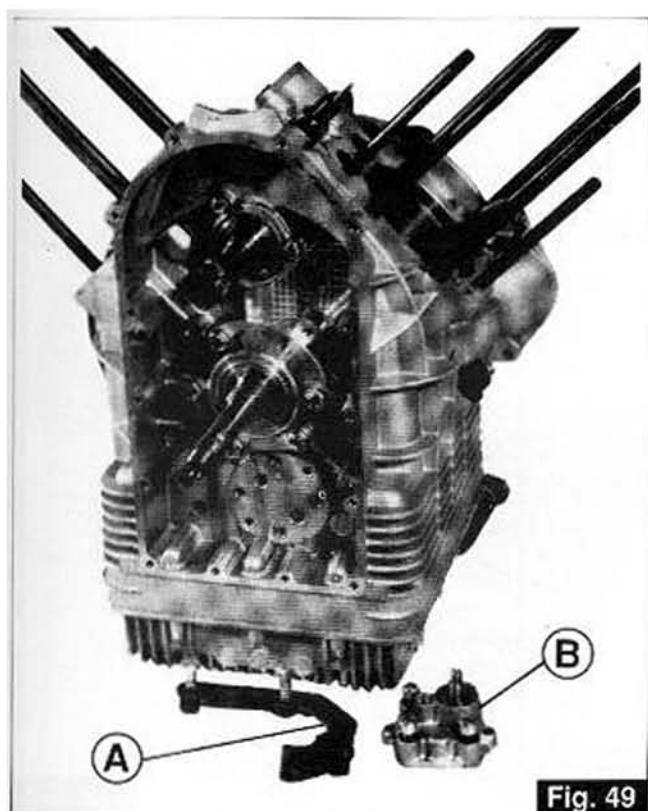

Fig. 49
- Démontez le tendeur de chaîne de la distribution «A» et la pompe à huile «B» (Fig. 49).
- Den Kettenspanner der Steuerung «A» und die Ölpumpe «B» (Abb. 49) ausbauen.